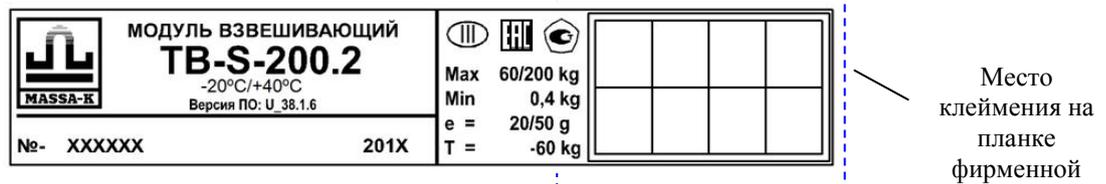
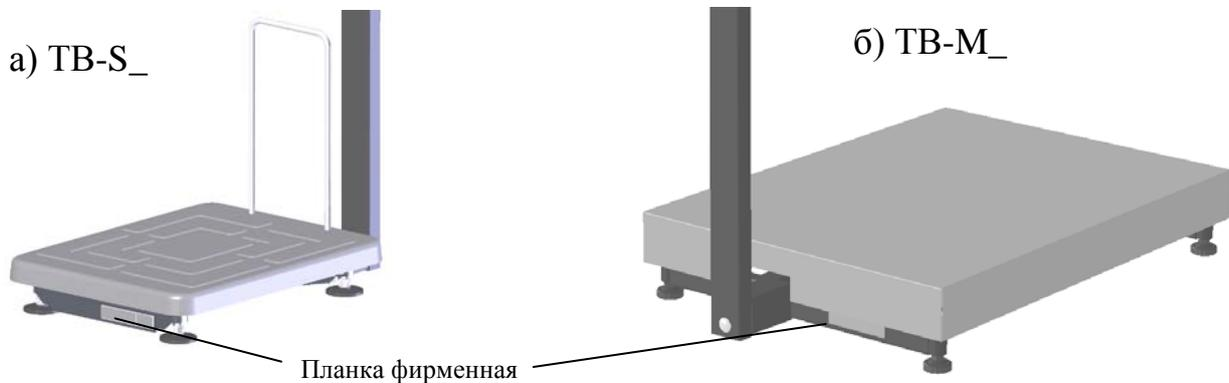

Рис. 16.1 - Планка фирменная
Рис. 16.2 - Местоположение планки
- нанести на планку весов (Рис. 16.1, Рис. 16.2) оттиск поверительного клейма.